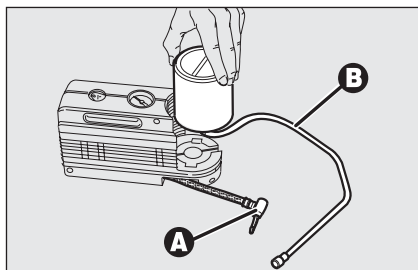

fig. 23
- ☐ separe el acoplamiento **A**-fig. 23 y retire el tubo **B**;